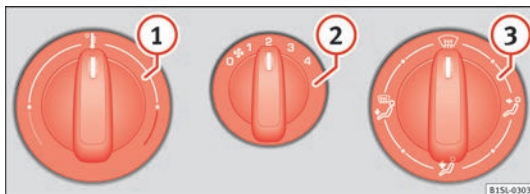
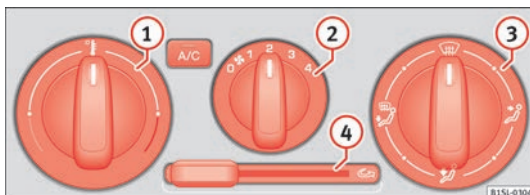

Fig. 76 Na consola central: Regulador rotativo do sistema de aquecimento e renovação do ar.
Fig. 77 Na consola central: Comandos do ar condicionado.
Botão, regulador	Informação complementar. Sistema de aquecimento e renovação do ar»» Fig. 76 e ar condicionado»» Fig. 77.
Botão, regulador	Informação complementar. Sistema de aquecimento e renovação do ar» Fig. 76 e ar condicionado» Fig. 77.
- Ajuste o ventilador» Fig. 76  no nível 1 ou 2.
- Posicione o regulador da temperatura» Fig. 76  na posição central.
- Rode o regulador da distribuição de ar» Fig. 76  para a posição de desembaciamento.
»» **Fig. 77** (4) para a direita até ao limite.
» **Fig. 77 (4)** para a esquerda até ao limite.